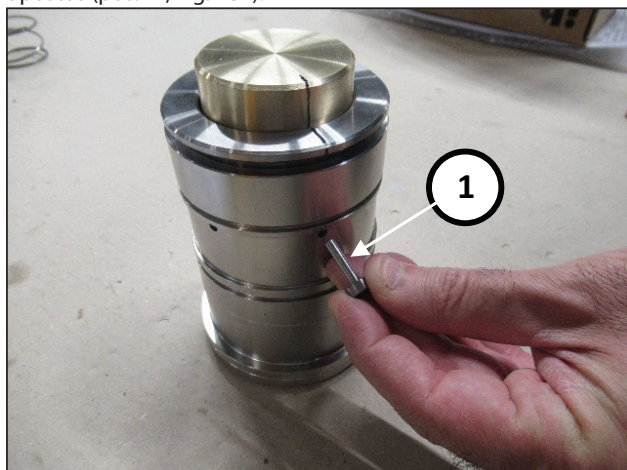

Fig. 184
Insira os pinos da ferramenta cód. 27945400 nos dois furos opostos (pos. ①, Fig. 184).